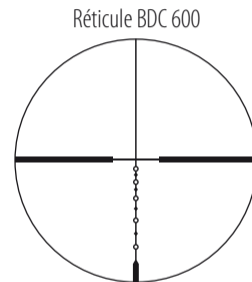

Fig. 3
(1) Mise au point
- 1 Regardez dans l'oculaire, l'œil placé à environ 4 pouces (10 cm) de l'oculaire, pour voir le réticule BDC 600 (Fig. 3).